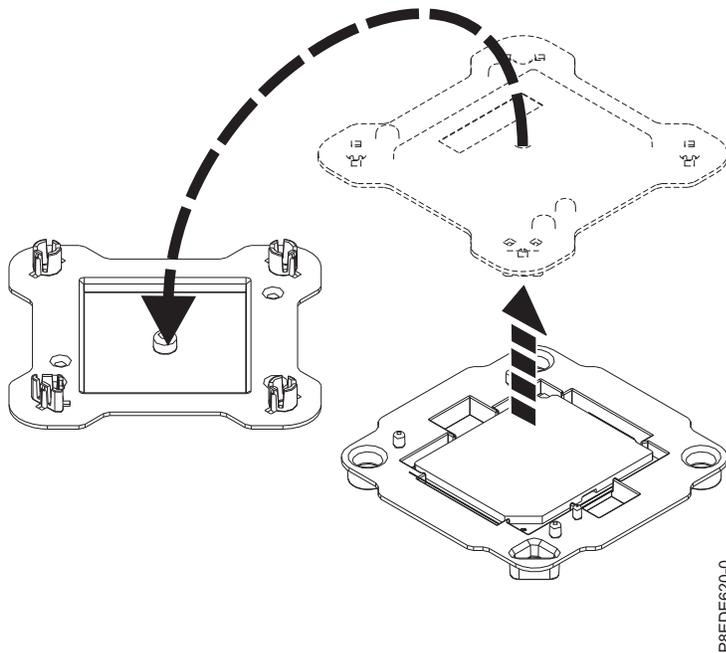

Abbildung 46. Verpackung des Systemprozessormoduls öffnen
2. Öffnen Sie die Verpackung des neuen Systemprozessormoduls und legen Sie die Abdeckung um 180 Grad gedreht neben den Träger (siehe Abb. 46 auf Seite 47). Die Abdeckung wird für das Systempro-